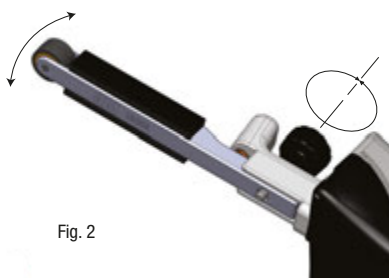

Fig. 2
1. Pendant que l'outil est en marche, tourner la molette vers la gauche ou à droite de manière à ce que la courroie abrasive soit centrée sur la roue du bras de contact. (Voir la fig. 2)